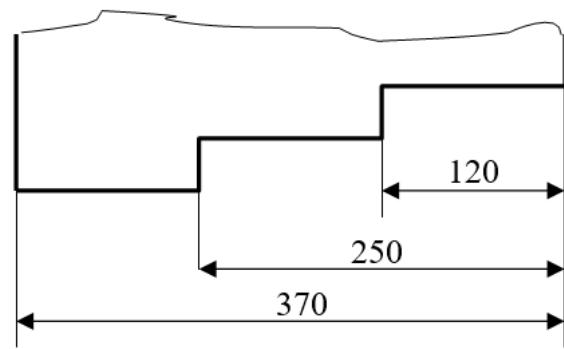
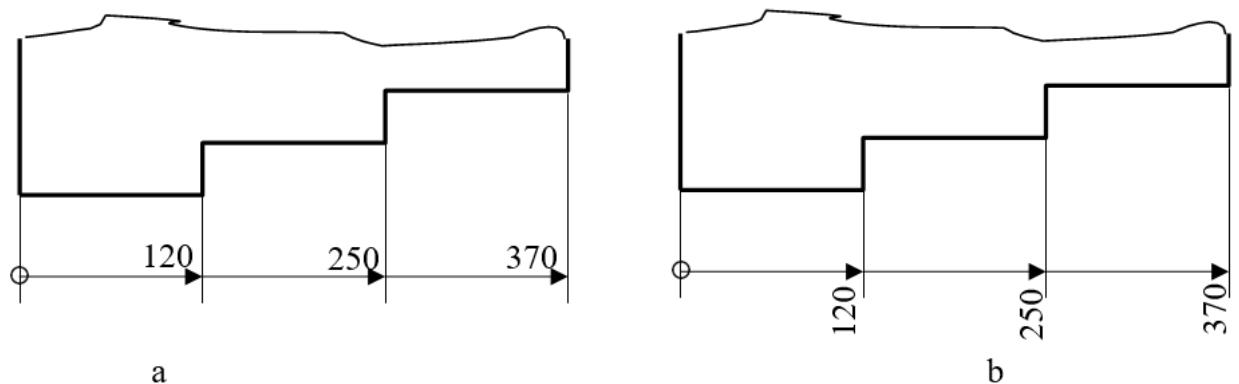
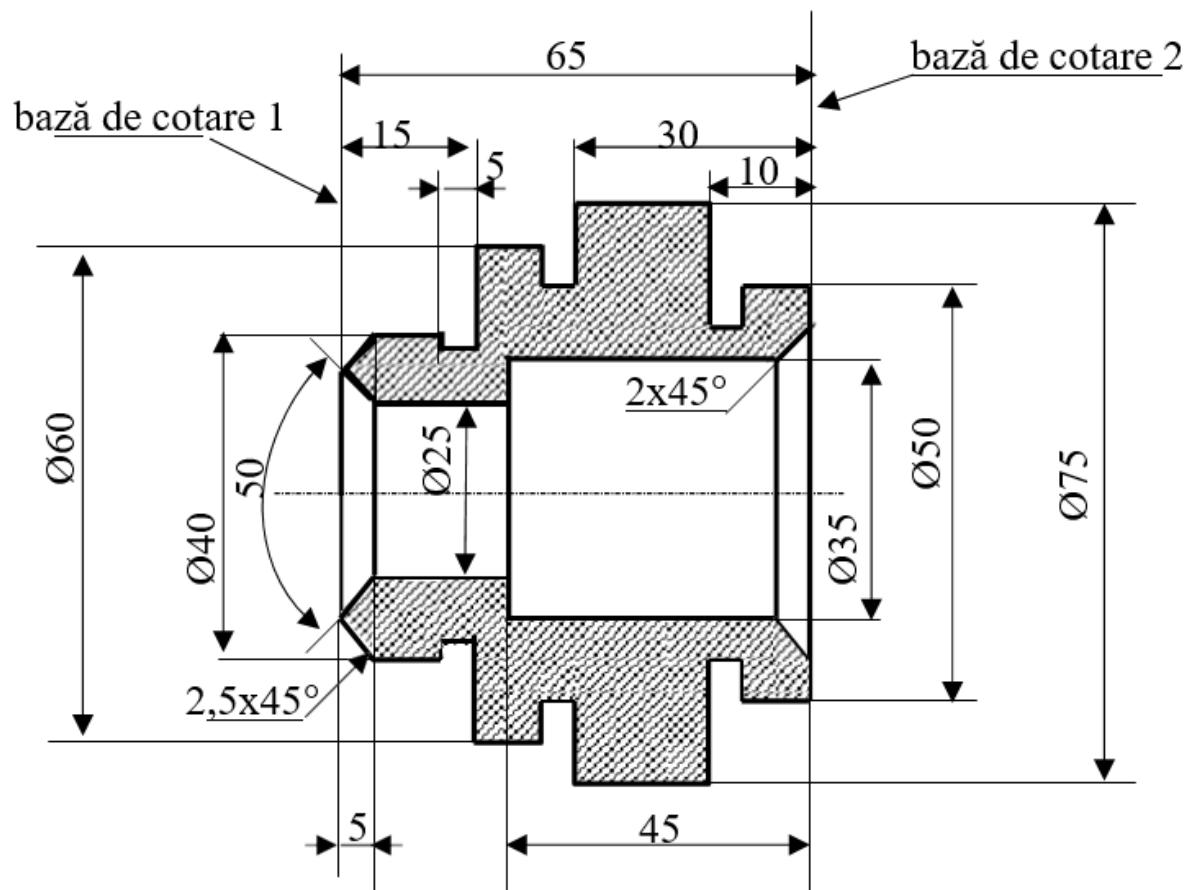

Fig. 15
Fig. 16
Fig. 17
**Простановка размеров относительно общего элемента** заключается в простановке размеров всех геометрических элементов детали в одном направлении, начиная с одной и той же размерной базы. Это можно делать параллельно (рис.15) или с перекрытием размеров, начиная с исходной точки (рис.16.a), над размерной линией (рис.16a) или рядом с ней (рис.16.b). Этот метод также называют технологической простановкой размеров, поскольку он учитывает также технологические аспекты обработки (Рис. 17).